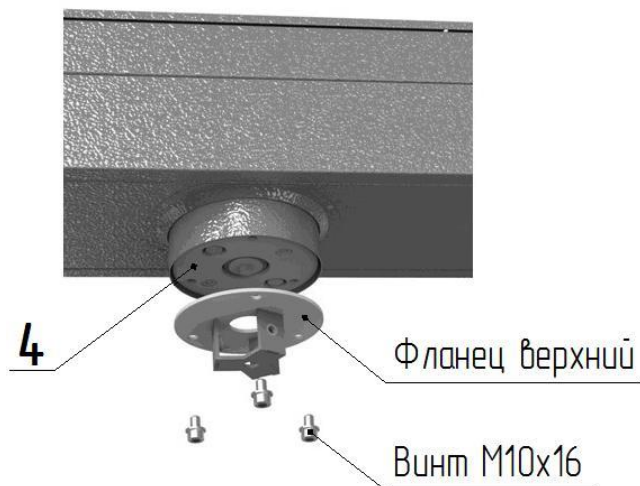
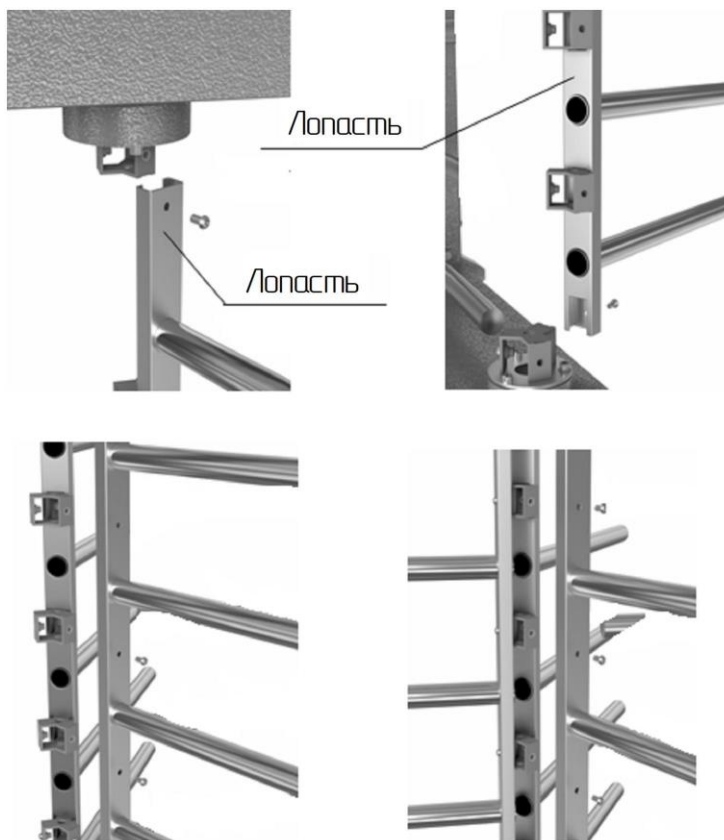

Рис. 4
Рис.5
2. Сборка центральной стойки (рис. 4, 5):
– установите на диск муфты привода **4** (рис.4) верхний фланец центральной стойки и закрепите винтами M10x16, нижний фланец прикрепите к фланцу вала напольной плиты **7** винтами M8x16, в первую очередь установите на посадочные плоскости фланцев лопасть с внутренними кронштейнами (рис.5), расположение "верх" указано маркировкой и закрепите винтами M8 (не затягивая их);